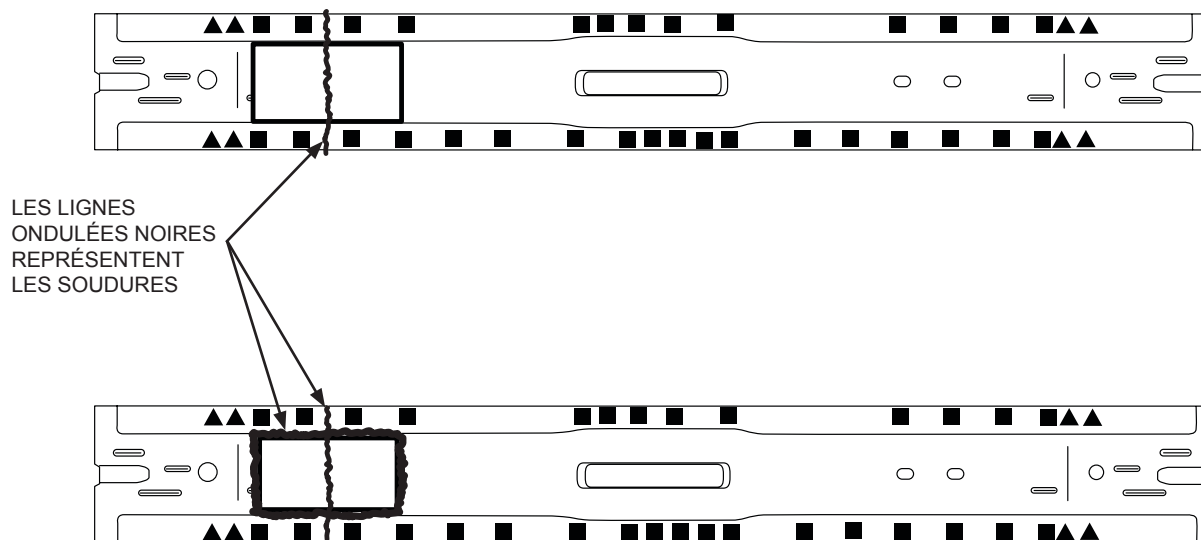

FIGURE 4
- **Option 2** - Le renfort/doublure peut être soudé après soudure MIG bout à bout des sections de traverse. Dresser la soudure et souder complètement le renfort/doublure en place. (Voir figure 4).